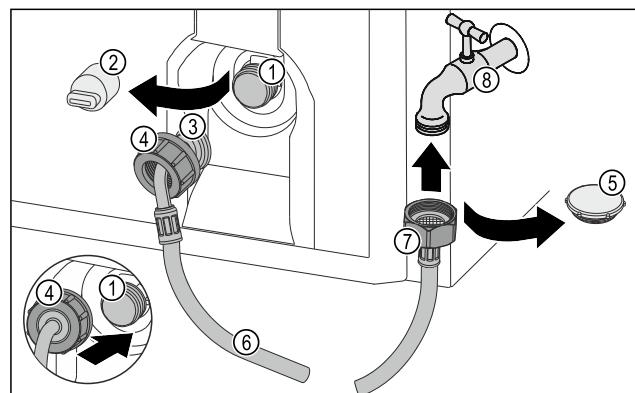

Fig. 22
- Verschlusskappe Fig. 22 (5) entfernen.
- Gerades Schlauchende Fig. 22 (7) am Wasserhahn Fig. 22 (8) ansetzen.
- Mutter am geraden Schlauchende Fig. 22 (7) im Uhrzeigersinn festziehen.